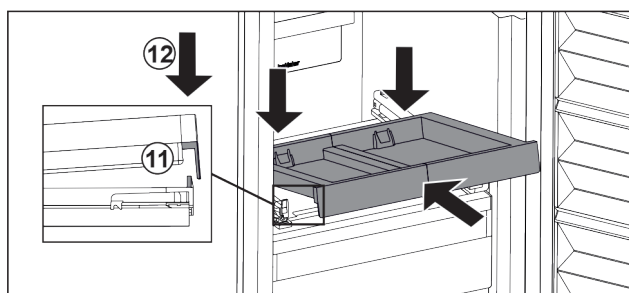

Fig. 29
- ▶ Šikmo zasuňte. Dbejte, aby byl na obou stranách doraz za západkou. Fig. 29 (11)
- ▶ Usadte vpředu vysouvací přihrádku. Fig. 29 (12)